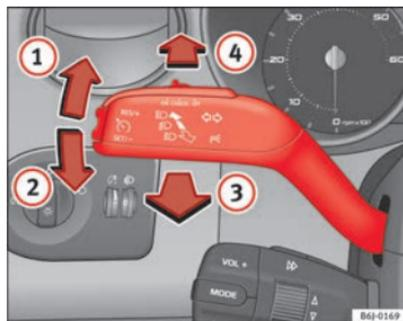

Fig. 62 Palanca de intermitentes y de luz de carretera
- Desplace la palanca hacia arriba hasta el tope ⇒ fig. 62 ① para encender el intermitente **derecho** o bien hacia abajo ②, para encender el intermitente **izquierdo**.
- Desplace la palanca hacia adelante ⇒ fig. 62  para encender la luz de carretera.